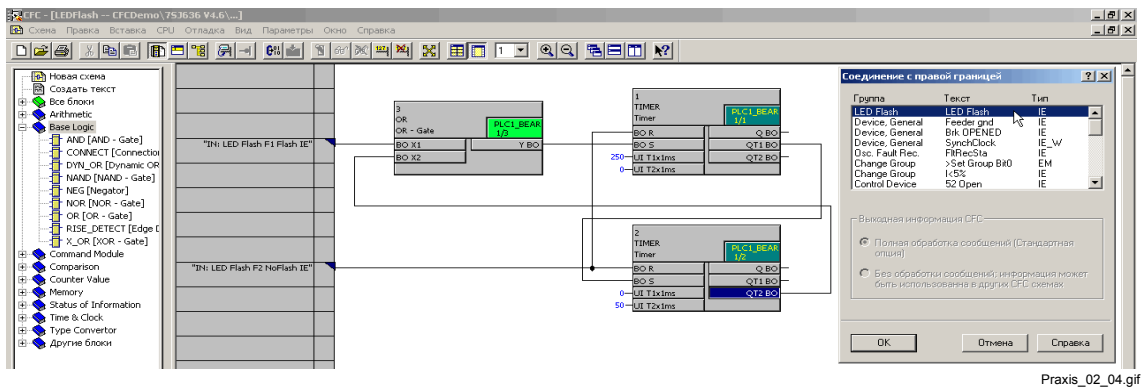

Рис. 3-16 Создание соединений между блоками и границей
- Соедините блоки друг с другом и с адресами на границах схемы см. Рис. 3-16.